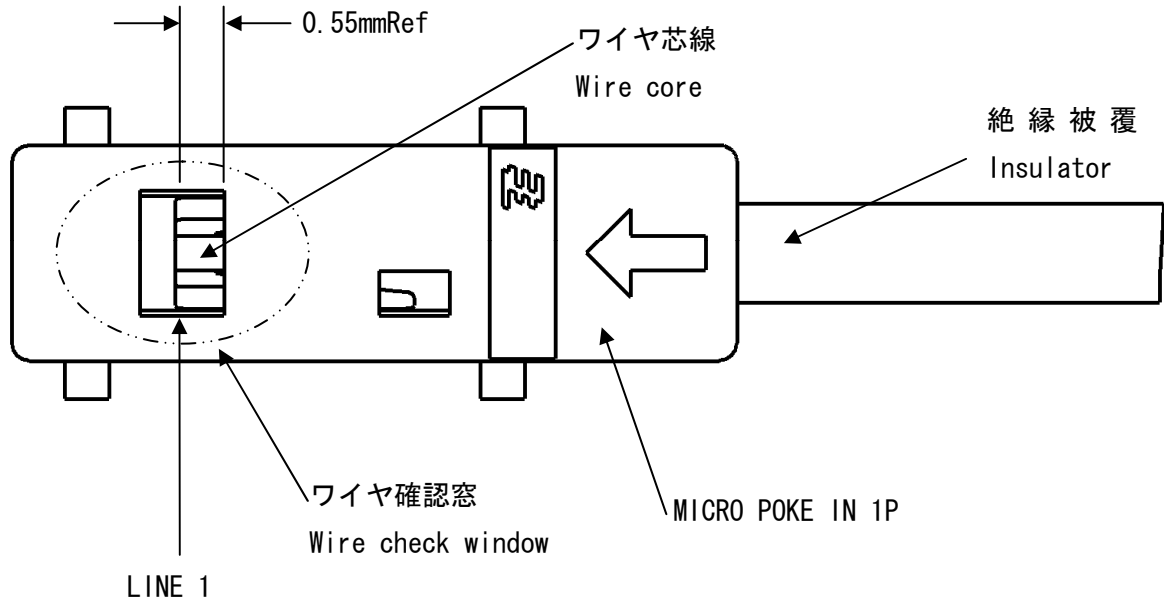

Fig. 4
- 4.2.3 ワイヤの挿入後、ワイヤ芯線がLINE 1を越えているか確認すること。(Fig. 4参照)
- 4.2.3 After insert the wire, confirm that wire core is over Line1. (ref Fig.4)